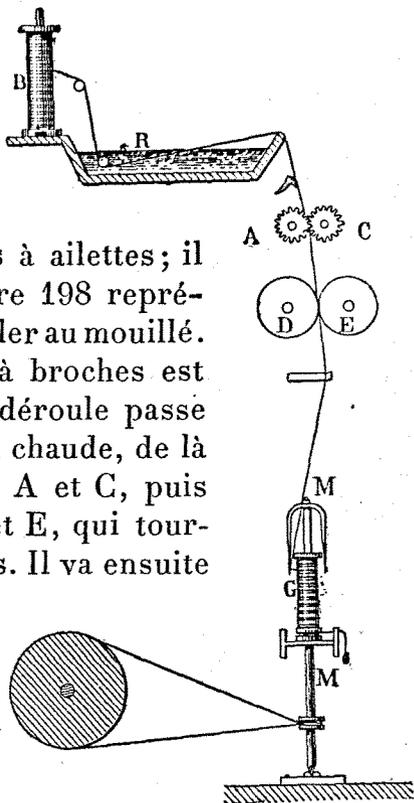

Fig. 198. — Schéma du métier à filer le lin, *au mouillé*.
*au mouillé* permet d'obtenir des fils plus fins, car l'eau, en mouillant le fil, lui donne plus d'élasticité et facilite son glissement. Le métier à filer se compose essentiellement de cylindres lamineurs et étireurs et de broches à ailettes ; il n'y a plus de gills. La figure 198 représente le schéma d'un métier à filer au mouillé. La bobine venant du banc à broches est placée en B. Le fil qui s'en déroule passe en R, dans un réservoir d'eau chaude, de là entre les cylindres cannelés A et C, puis entre les cylindres lisses D et E, qui tournent plus vite que les premiers. Il va ensuite à la broche M et, par le mouvement de l'ailette, s'enroule sur la bobine G, après avoir été fortement tordu dans ce passage. La broche et la bobine sont animées de mouvements différentiels, comme dans le banc à broches.